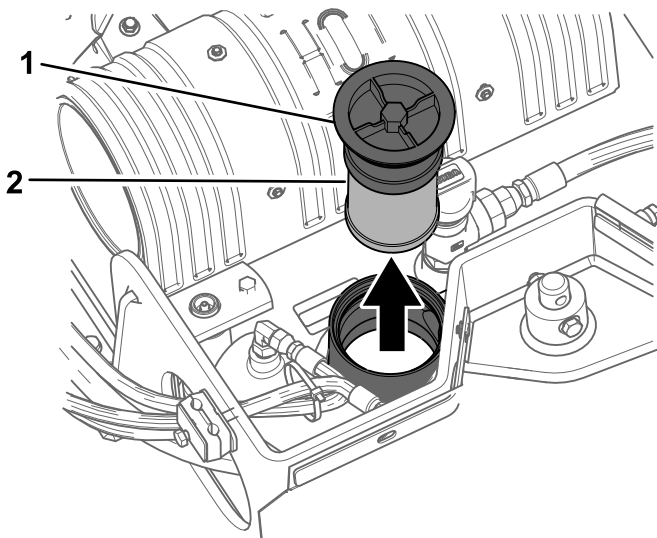

Bild 58
- Reinigen Sie den Bereich um den Einfüllstutzen des Hydraulikbehälters und nehmen Sie den Deckel und den Filter mit einem Sechskantschlüssel aus dem Einfüllstutzen (Bild 58).
- Entfernen und entsorgen Sie alten Filter (Bild 58).
- Setzen Sie den Ersatzhydraulikfilter und den Fülldeckel (Bild 58) ein und ziehen Sie die Schraube oben mit 21-25 N·m an.
- Entfernen Sie den Fülldeckel des Hydraulikbehälters und den Filter (Bild 58).
- Setzen Sie den Hydraulikfilter und den Fülldeckel (Bild 58) ein und ziehen Sie die Schraube oben mit 21-25 N·m an.